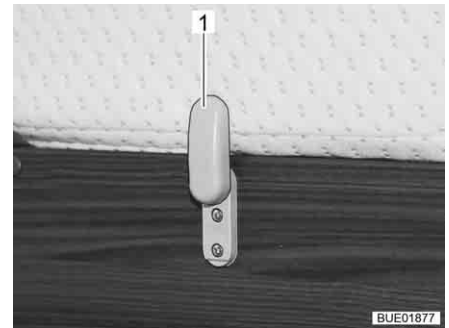

Bild 84 Hållarspak
- Dra ned madrassens hållarspak (Bild 84,1).